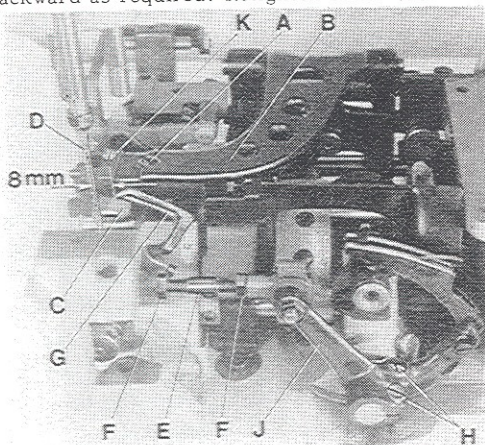
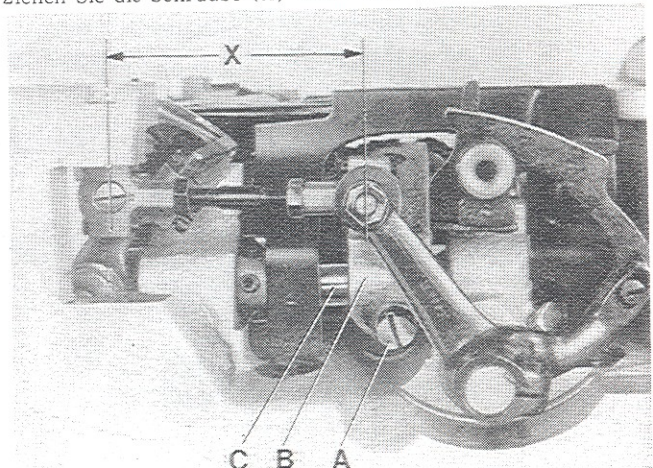
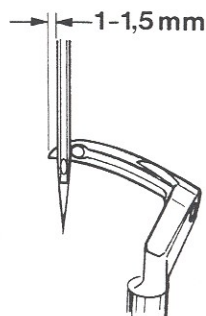
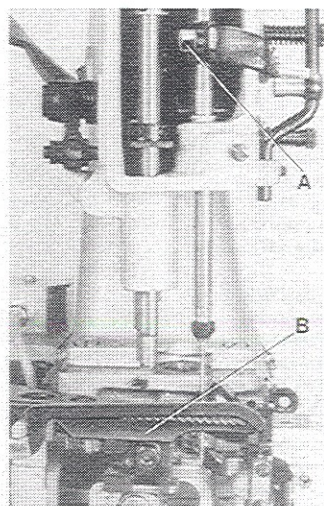

Fig. 3
Fig. 4
Fig. 5
Fig. 6
Remove the presser foot, throat plate and feed dog and on styles 80800 TL, U, UA, UL and UAL also the needle guard, for convenient access to the machine. On styles 80800 R, RL, S and SL loosen the screw (A, Fig. 3) in the feed bar (B) and push the feed bar needle guard (C) to the rear to avoid its contacting the needle (D).
For the two thread double locked stitch styles 80800 R, RL, TL, U, UA, UL and UAL, set the looper connecting rod (E) so the distance (X, Fig. 4) between the centerlines of the two ball joints is 69,8 mm (2 3/4 in.). The dimension (X, Fig. 4) should be 68,3 mm (2 11/16 in.) on the single thread chain stitch styles 80800 S and SL. For adjustment loosen the two nuts (F, Fig. 3) and turn connecting rod (E) forward or backward as required to obtain specified dimension, retighten nuts (F). **Note:** The left nut has a left hand thread.
Rotate the machine pulley in operating direction so that the looper moves from right to left. The looper point should pass as close as possible to the back of the needle without contacting (0,08 to 0,13 mm (.003 to .005 in.) clearance). For adjustment loosen screw (A, Fig. 4) in the looper eccentric fork (B) and turn looper rocker shaft (C) on the looper rocker with looper forward or backward as required. Retighten screw (A).
Zur bequemeren Einstellung entfernen Sie Drückerfuß, Stichplatte und Transporteur und bei den Maschinen 80800 TL, U, UA, UL und UAL auch den Nadelanschlag. Lösen Sie bei den Maschinen 80800 R, RL, S und SL die Schraube (A, Fig. 3) im Transporteurträger (B) und drücken Sie den Nadelanschlag (C) nach hinten, damit er die Nadel (D) nicht berühren kann.
Bei den Zweifaden-Doppelkettenstichmaschinen Typen 80800 R, RL, TL, U, UA, UL und UAL muß die Greiferverbindungsstange (E) so gestellt sein, daß der Abstand (X, Fig. 4) von Mitte zu Mitte Kugelgelenk 69,8 mm beträgt. Bei den Einfaden-Einfachkettenstichmaschinen Typen 80800 S und SL beträgt der Abstand (X, Fig. 4) 68,3 mm. Zum Einstellen lösen Sie die beiden Muttern (F, Fig. 3) und drehen die Verbindungsstange (E) vor oder zurück bis der erforderliche Abstand erreicht ist. Ziehen Sie die Muttern (F) wieder an. **Beachten Sie:** Die linke Mutter hat ein Linksgewinde.
Drehen Sie die Riemenscheibe in Nährichtung so, daß sich der Greifer von rechts nach links bewegt. Die Greiferspitze soll so dicht wie möglich hinter der Nadel vorbeigehen, ohne diese zu berühren (0,08 bis 0,13 mm Abstand). Zur Einstellung lösen Sie die Schraube (A, Fig. 4) in der Greiferexzentergabel (B) und schwenken die Greiferhebelwelle (C) am Greiferhebel mit Greifer nach Bedarf vor oder zurück. Ziehen Sie die Schraube (A) wieder an.
Remove the face cover on machine arm. Rotate machine pulley in operating direction until the looper point, moving to the left, projects 1 to 1,5 mm (.040 to .060 in.) left of the needle (see Fig. 5). Lower edge of looper and upper edge of needle eye must be flush in this position. If adjustment is necessary, loosen clamp screw (A, Fig. 6) in the needle bar connection and move the needle bar up or down, as required. Retighten screw (A) and remount face cover.
At highest point of feed dog travel, the feed dog (B, Fig. 6) should be set so, that the rear teeth project their full depth above the throat plate surface. For setting remove the feed dog and adjust the supporting screw (K, Fig. 3) on the top of the feed bar to the required height. Remount the feed dog, and on styles 80800 TL, U, UA, UL and UAL also the needle guard.
The needle guard (C, Fig. 3) has to be set so, that it just contacts the needle at its most forward point of travel, without deflecting it. On styles 80800 R, RL, S and SL loosen screw (A, Fig. 3) in the feed bar (B) and adjust the needle guard (C) accordingly. Retighten screw (A).
Entfernen Sie den Stirndeckel am Maschinenarm. Drehen Sie die Riemenscheibe in Nährichtung bis die sich nach links bewegende Greiferspitze 1 bis 1,5 mm links der Nadel steht (siehe Fig. 5). In dieser Stellung müssen Unterkante Greifer und Oberkante Nadelöhr bündig sein. Ist eine Einstellung notwendig, lösen Sie die Klemmschraube (A, Fig. 6) im Nadelstangenmitnehmer und schieben die Nadelstange (B), je nach Bedarf, nach oben oder unten. Ziehen Sie die Schraube (A) wieder an und montieren Sie den Stirndeckel.
Im höchsten Punkt der Transporteurbewegung sollen die hinteren Zähne des Transporteurs (B, Fig. 6) eine volle Zahnhöhe über die Stichplattenoberfläche hinausragen. Zur Einstellung entfernen Sie den Transporteur und stellen die Stützscharbe (K, Fig. 3) oben im Transporteurträger auf die entsprechende Höhe. Montieren Sie den Transporteur wieder, bei den Maschinen 80800 TL, U, UA, UL und UAL auch den Nadelanschlag.
Der Nadelanschlag (C, Fig. 3) muß so eingestellt sein, daß in der vordersten Stellung seiner Bewegung gerade die Nadel berührt, aber nicht ablenkt.
Zur Einstellung lösen Sie bei den Maschinen 80800 R, RL, S und SL die Schraube (A, Fig. 3) im Transporteurträger (B), und stellen den Nadelanschlag (C) entsprechend ein. Ziehen Sie die Schraube (A) wieder an.